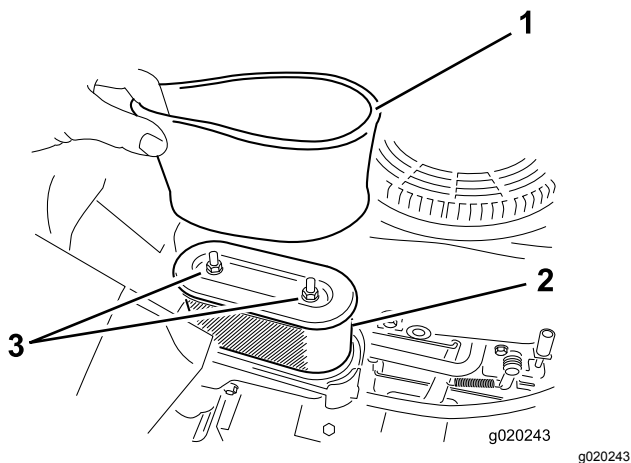

Figure 38
5. Retirez délicatement les éléments en mousse et en papier du boîtier du filtre à air (Figure 38).
**Remarque:** Remplacez-le s'il est très encrassé (Figure 38).
1. Placez l'élément en mousse sur l'élément en papier (Figure 38).